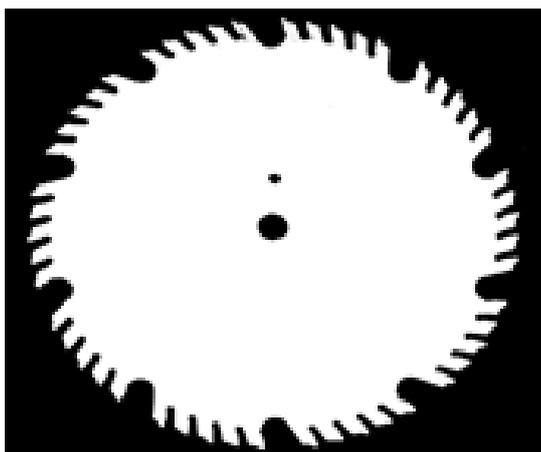

Рис. 4 Комбинированная пила
3. Комбинированная пила: используется для резки поперек зернистости. Сочетание пилы для продольной резки и пилы для поперечной резки. комбинированная пила 300мм обычно имеет около 50-60 зубьев, чередующееся верхнее заострение и плоская или чередующееся верхнее заострение и профиль зачищающего зуба. Зубья поделены на группы из 5 зубьев. Углубления между зубьями – небольшие. Небольшое пространство в пределах сгруппированных 5 зубьев, как на пиле для поперечной резки; затем большие и глубокие пространства между группами как на пиле для продольной резки. См. Рис. 4.